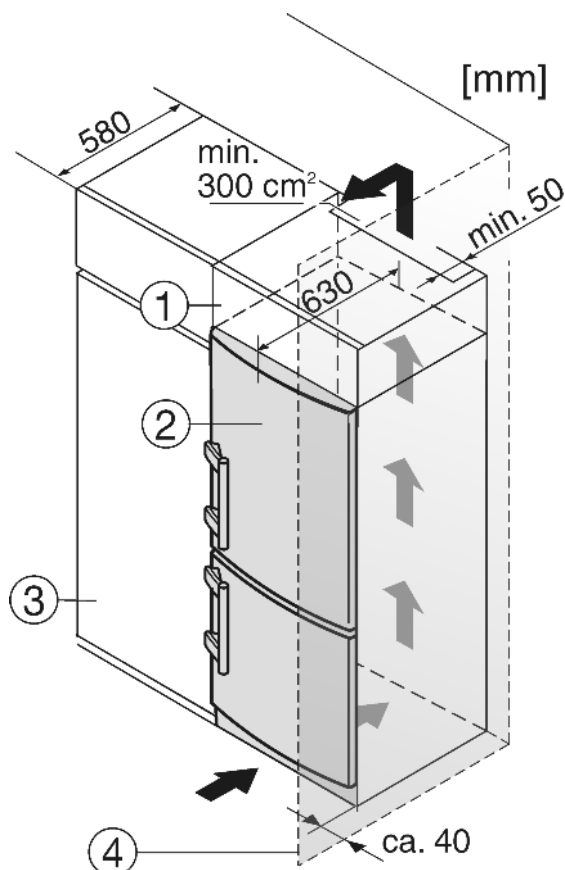

Fig. 5
(1) Nastavná skříňka
(2) Příklad
(3) Kuchyňská skříň
(4) Stěna
Zařízení lze zabudovat do vybavení kuchyně. K vyrovnání přístroje Fig. 5 (2) na výšku kuchyňské linky lze na přístroj nasadit odpovídající nástavec Fig. 5 (1).
Při montáži do kuchyňských skříní (hloubka max. 580 mm) lze přístroj instalovat hned vedle kuchyňské skříně Fig. 5 (3). Dvřítka přístroje přesahují přední stěnu kuchyňské skříně na stranách o 34 mm a uprostřed o 50 mm. To umožňuje jejich volné otevírání a zavírání.
Když se přístroj instaluje závěsy vedle stěny Fig. 5 (4), musí být vzdálenost přístroje od stěny alespoň 40 mm. To odpovídá přesahu madla při otevřených dvřítích.